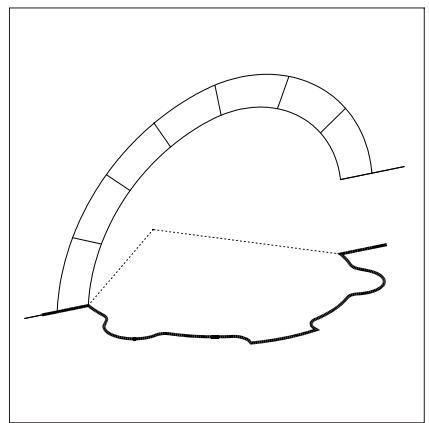

Figura 1. Pianta della *trompe*.
- La pianta della *trompe* (nel file DXF in colore giallo) in forma di polilinea 2D o 3D, formata di soli segmenti rettilinei (vedi figura 1).